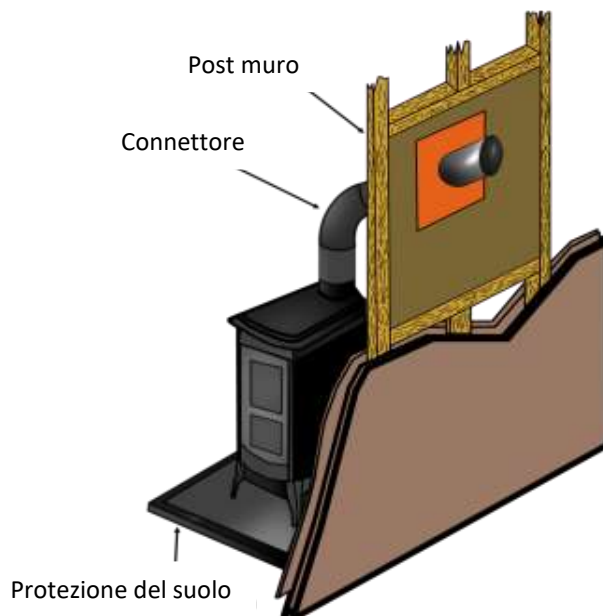

Fig. 5. – Esempio di uscita del fumo attraverso la parete.
- Rimuovere il materiale combustibile in modo che non tocchi il connettore o l'uscita fumi, la distanza necessaria sarà 300 mm. Tutto il materiale che viene installato vicino al connettore o alla canna fumaria deve essere materiale non combustibile. (Fig. 5).